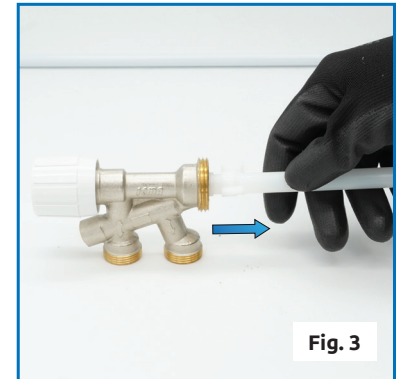

Fig. 3
3. Estrarre la sonda da sostituire, come illustrato in fig. 3.
3. Rimontare il canotto di ricambio come mostrato in fig. 3